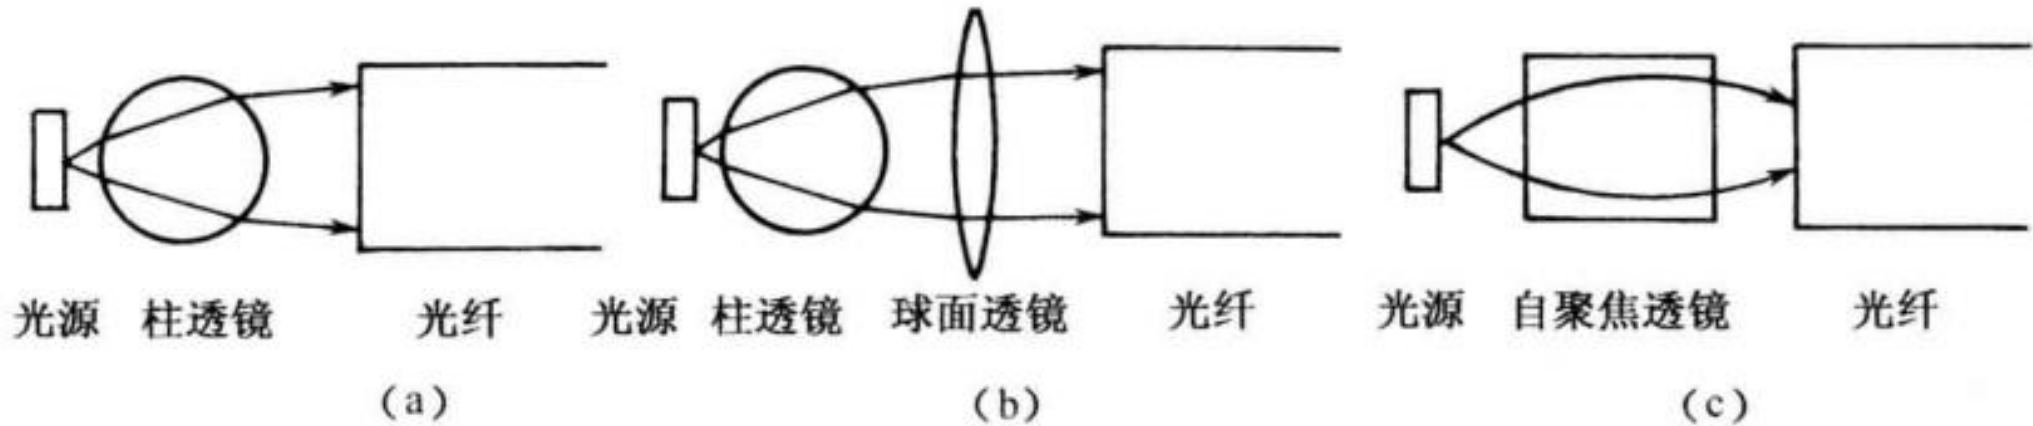

图3. 2. 8 光源与光纤的透镜耦合
- 如图3. 2. 8 (a)、(b)所示。或者利用大数值孔径的自聚焦透镜，其耦合效率可以提高到60%，甚至更高。单模光纤和半导体激光器的耦合可以采用如图3. 2. 8 (c)所示自聚焦透镜或者在光纤端面用电弧放电形成半球透镜的方法。